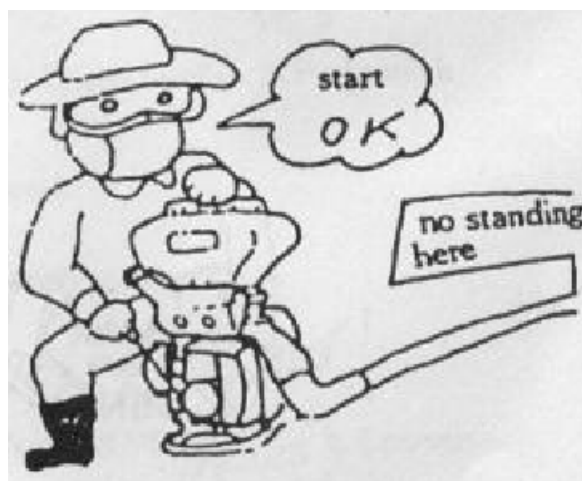

Рис. 14.
5. Запуск двигателя (Рис. 14).
- 2) Запрещается находиться непосредственно перед форсункой. Несмотря на то, что заслонка для порошка закрыта, остатки порошка из трубы будут выброшены наружу. См. Рис. 14.